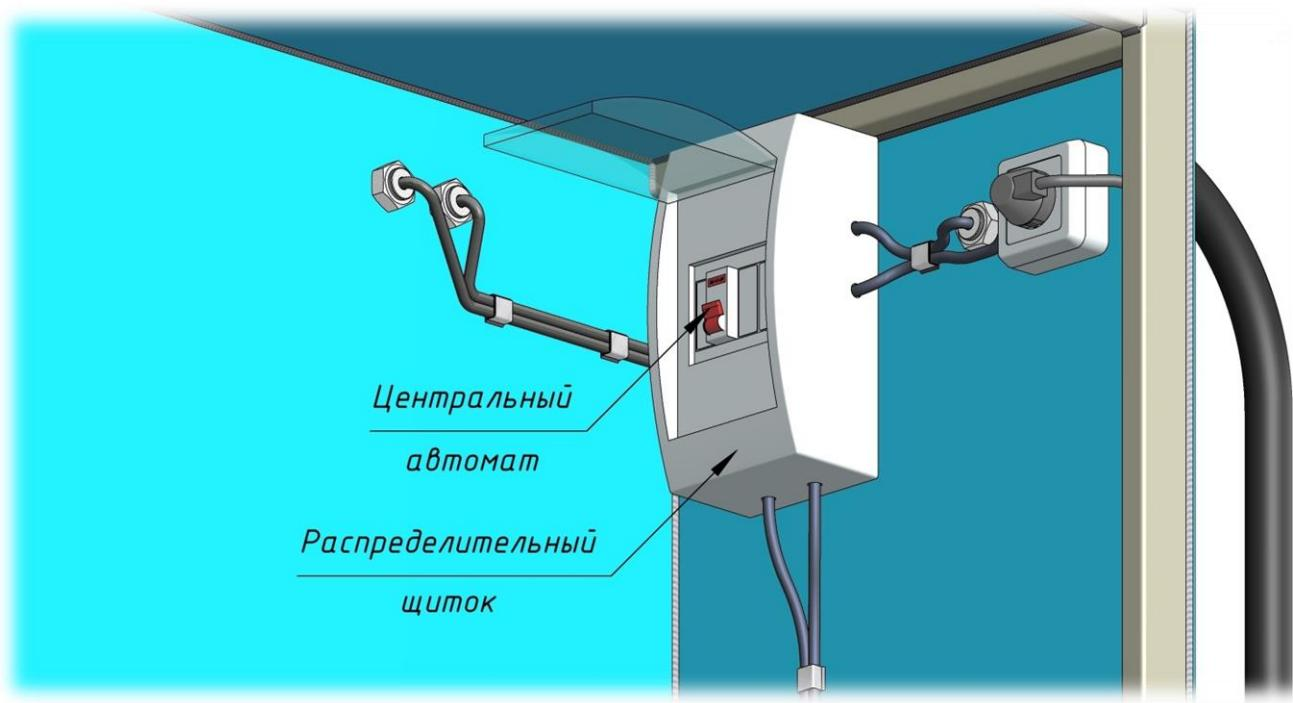

Рисунок 6
- включить центральный автомат, расположенный в распределительном щитке на правой стенке насосного отсека ПМК (смотри рис. 6);
5.1. Убедиться в том, что центральный автомат включен (смотри рис. 6);